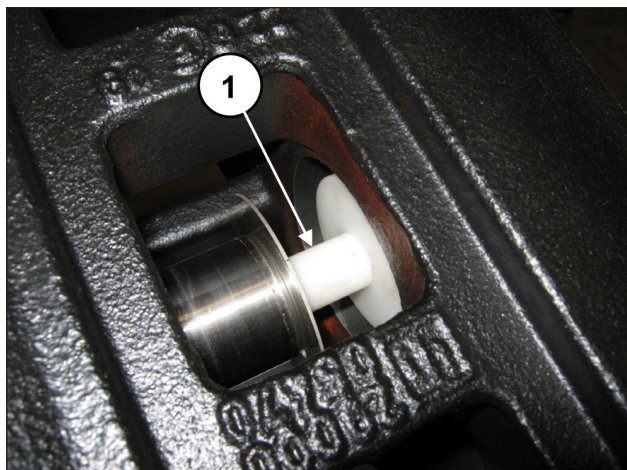

Fig. 170
Inserire l'attrezzo tampone cod. 27632500 tra il guida pistone e il pistone (pos. ①, Fig. 170).